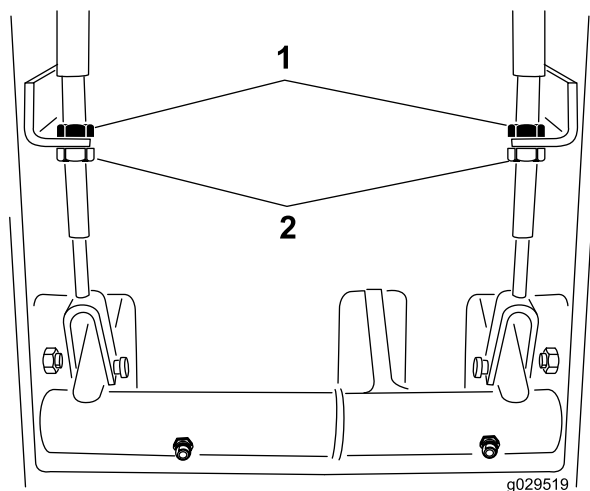

Figure 63
2. Pour réduire la garde aux pédales de frein, serrez les freins en desserrant les écrous de blocage avant sur l'extrémité filetée du câble de frein (Figure 63).